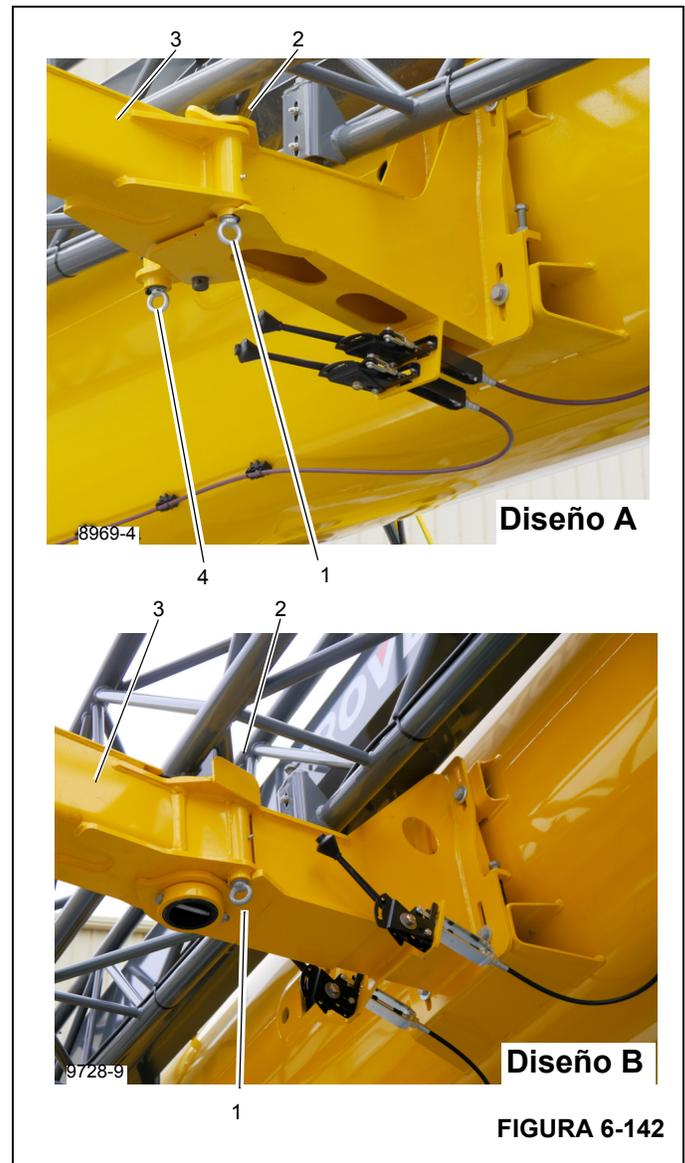

FIGURA 6-142
- 15. Tire del pasador de bloqueo (1) (Figura 6-142) hacia abajo contra la fuerza del resorte para quitarlo de la orejeta de fijación (2). Pliegue la rampa guía (3) hasta que se pueda asegurar con el pestillo de resorte (4) del **Diseño A**. Tire del pasador de bloqueo (1) (Figura 6-142) hacia abajo contra la fuerza del resorte para quitarlo de la orejeta de fijación (2). Pliegue la